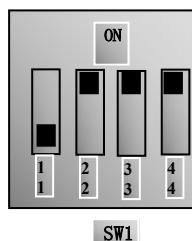

图 5-11
(7) 对于 E2000 690V 中压系列变频器控制端子排附近有一个四位黑色拨码开关 SW1，如图 5-11 所示。拨码开关选择模拟量输入端子 AI1、AI2 输入范围 (0~5V/0~10V/0~20mA)；通过 F203 选择输入通道，通过 F438、F439 设置输入信号类型为电压信号还是电流信号。出厂时拨码开关的位置如图 5-11，即 AI1 为 0~10V 输入，AI2 为 0~20mA 输入；其它拨码开关的位置与调速方式详见下表 5-3。